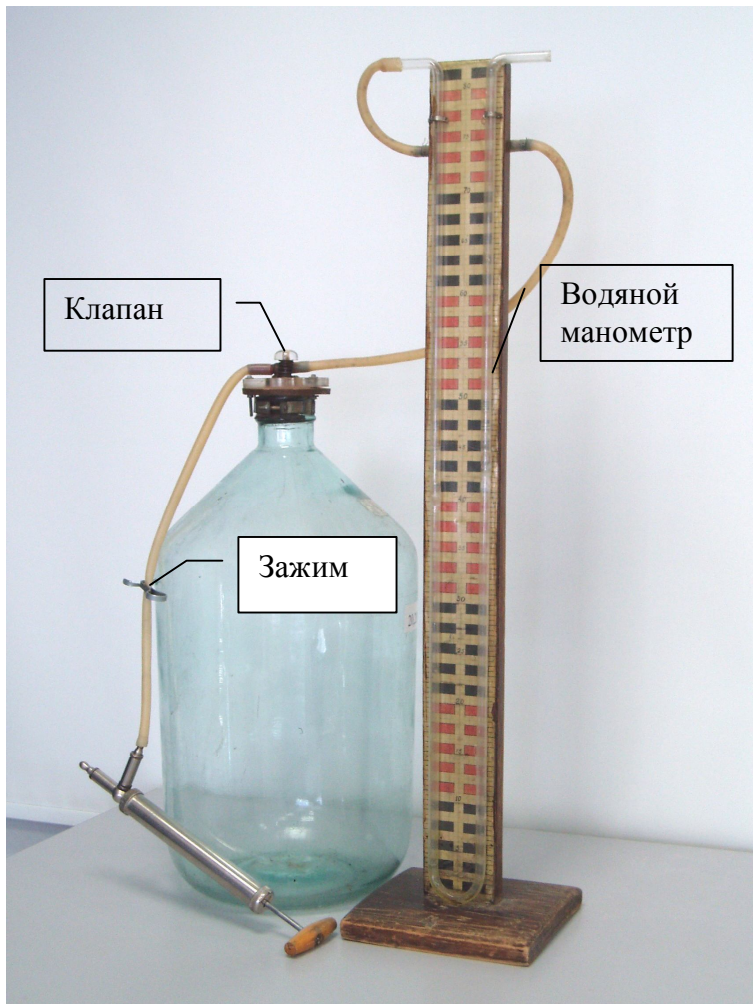
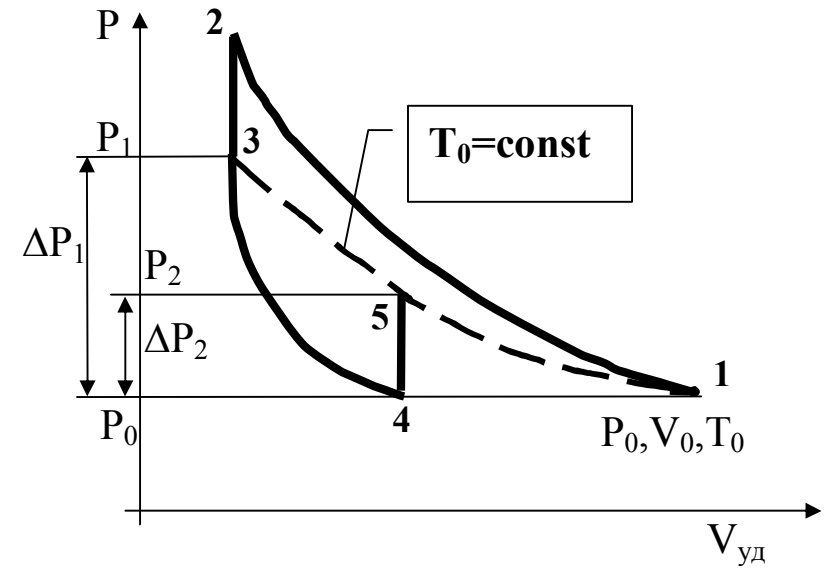

Рисунок 2.2 – Вид экспериментальной установки
Рисунок 2.3- P-V_{уд} диаграмма процессов в газе
4.1 Накачать насосом в баллон воздух (процесс 1-2 на рис. 2.3) так, чтобы величина ΔP_1 , показываемая водяным манометром, составляла 20-25 см водяного столба. По возможности быстро закрыть зажимом подводную трубку и подождать не менее двух минут, пока температура внутри баллона станет равной температуре окружающей среды.
1) в процессе 3-4 (см. рис. 2.3) клапан баллона должен быть перекрыт в момент, когда давление в баллоне станет равно P_0 (см. рис. 2.2);